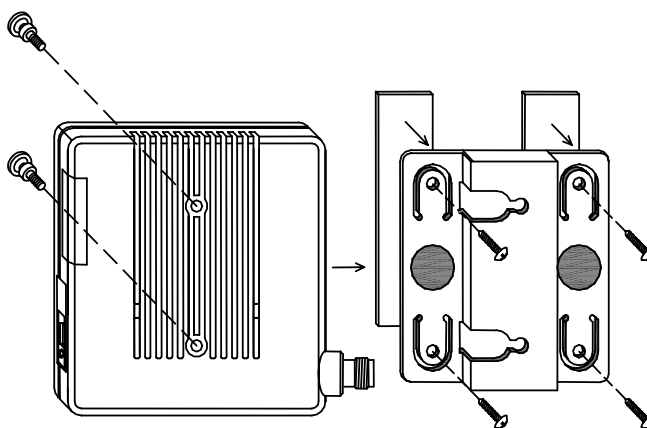

Рис. 2. Установка крепежной скобы
1. В предполагаемом месте установки зафиксируйте («саморезами» либо клейкой лентой) крепежную скобу так, чтобы обеспечивался свободный ход усилителя, необходимый для его оперативной установки и снятия (Рис. 2)*.